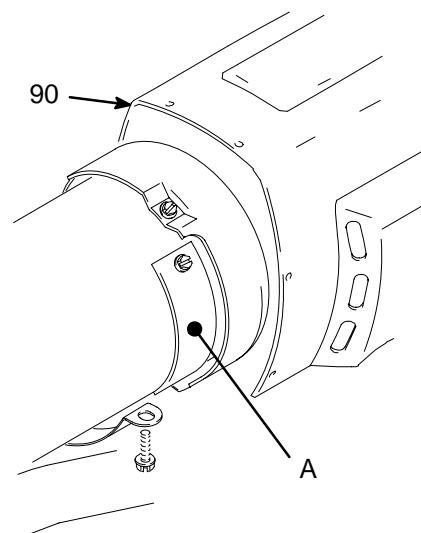

Рис. 4
4. Рис. 4. Снимите кожух электродвигателя (90) и крышки смотровых люков (A).
3. Рис. 4. Снимите кожух электродвигателя (90) и две крышки смотровых люков (A).
3. Рис. 4. Снимите кожух электродвигателя (90), крышки смотровых люков (B) и прокладки с обеих сторон электродвигателя.
15. Рис. 4. Установите прокладки и крышки смотровых люков (B) с обеих сторон электродвигателя. Установите кожух электродвигателя (90).